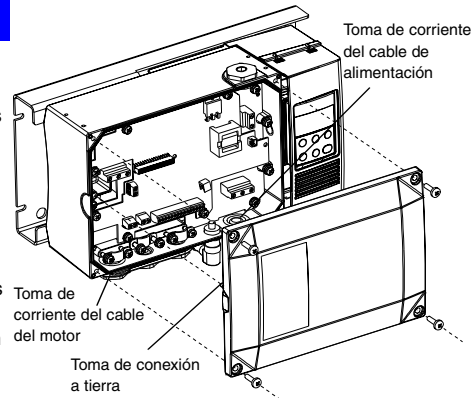

Figura 1
- Quite los enchufes de las entradas de los cables necesarias, véase la Figura 1.
REEMPLACE LA TAPA DEL CONVERTIDOR. (Asegúrese de que la toma a tierra del convertidor esté insertada en su sitio, véase la Figura 1, y apriete los cuatro tornillos.)